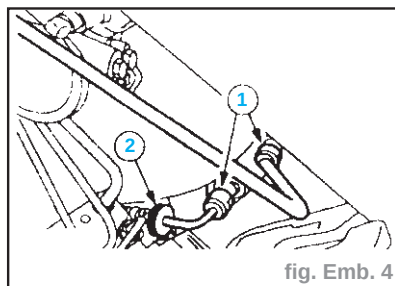
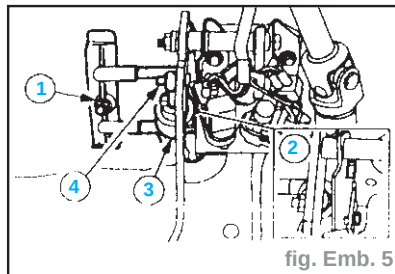

fig. Emb. 4
fig. Emb. 5
- Déposer les canalisations du maître-cylindre d'embrayage : (fig. Emb. 4)
- détacher le clip et débrancher le tuyau d'alimentation (1),
- détacher le clip et débrancher le tuyau haute pression (1),
- déposer le tuyau haute pression du support (2).
- Déposer le maître-cylindre d'embrayage : (fig. Emb. 5)
- déposer l'écrou (1),
- déposer les vis (2),
- déclipser le maître-cylindre d'embrayage du pédalier (3),
- extraire la tige de piston de la pédale d'embrayage (4).
- Poser le maître-cylindre d'embrayage : (fig. Emb. 5)
- poser la tige de piston sur la pédale d'embrayage (4),
- clipser le maître-cylindre d'embrayage dans le pédalier (3),
- serrer l'écrou (1),
- serrer les vis (2).
- Raccorder les tuyaux au maître-cylindre : (fig. Emb. 4)